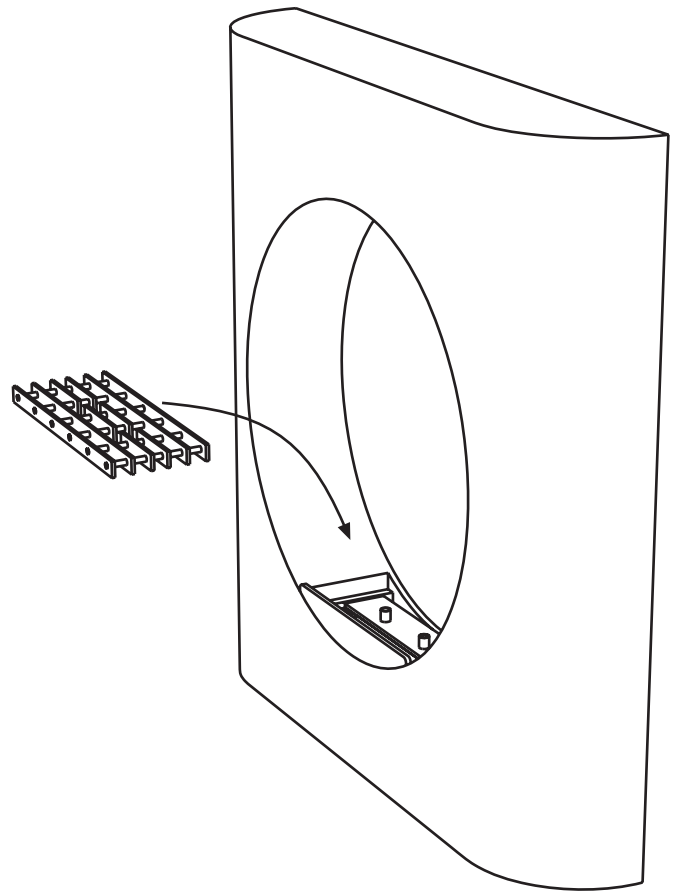

Abb. 9
- Der Rost C wird in die passende Aussparung über dem Brenner gelegt (siehe Abb. 9).